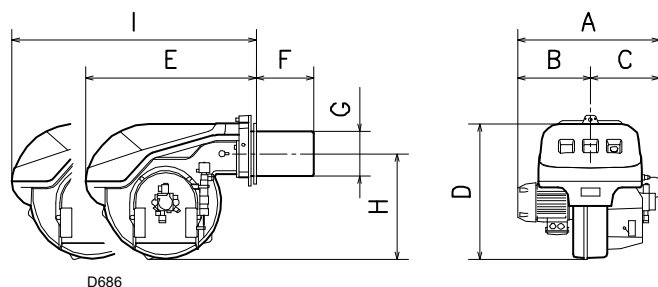

Fig. 2
4.3.2 Afmetingen (Fig. 2) - bij benadering
De afmetingen van de brander zijn in de (Fig. 2) aangegeven.